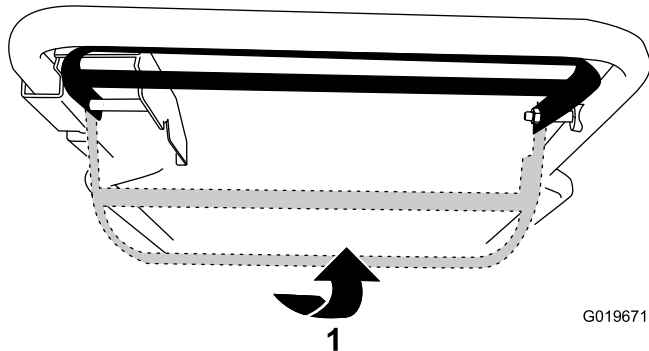

Рисунок 20
- Для включения самоходного привода без включения ножей поднимите штангу управления до уровня рукоятки (Рисунок 20).
- Для включения самоходного привода и ножей сдвиньте штангу управления до упора вправо и поднимите ее до уровня рукоятки (Рисунок 20).